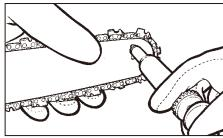

Fig. 20
4. Sätt in fettsprutans (tillval) spets i smörjhålet och spruta in fett till det kommer ut på kedjekransspetsens utsida (Fig. 20).